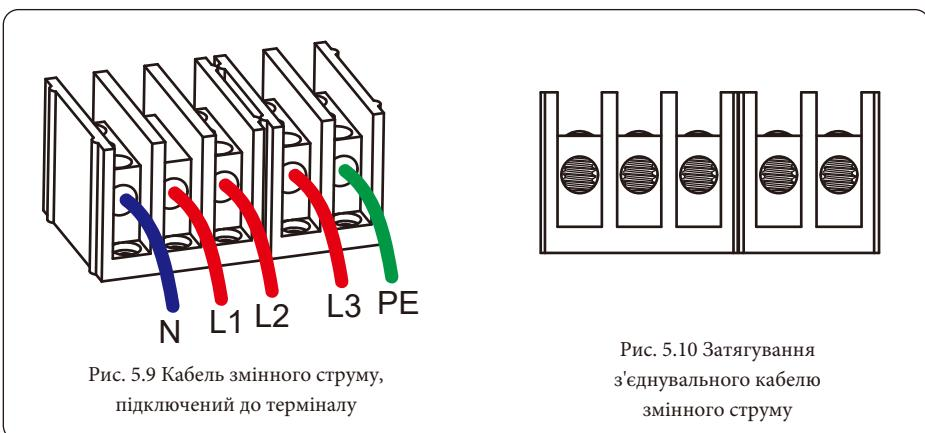

Рис. 5.9 Кабель змінного струму,
- 2) Підключіть кабель через розподільну коробку, водонепроникну оболонку і вставте в клему (на Рис. 5.9 показано режим підключення трьох фазних ліній, підключених до розподільної коробки, дріт заземлення прикріплений до корпусу інвертора), і за допомогою шестигранної викрутки притисніть джут проводів до з'єднувальної клеми, як показано на Рис. 5.10.